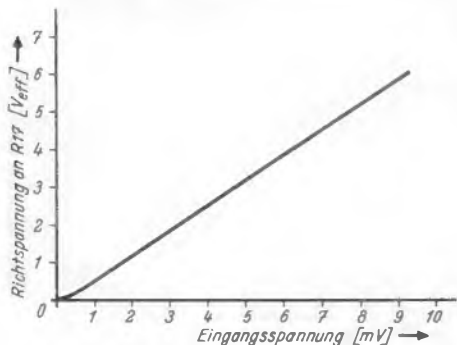

Bild 47. Richtspannung in Abhängigkeit von der Eingangsspannung an der ersten Zf-Stufe bei 37 MHz
4. Bei der Beurteilung von Fernsehbildern kann man heute vielfach beobachten, daß die Bedeutung der Bildschärfe wesentlich überbewertet wird. Wichtiger als die Bildschärfe ist für einen guten Bildeindruck die Gradation des Bildes. Bild 47 und 48 zeigen zwei gemessene Aussteuerungskurven. Man erkennt, daß sowohl hinter dem Gleichrichter als auch an der Steuerelektrode die Aussteuerungskurve nur sehr wenig vom linearen Wert abweicht, und zwar über einen weit größeren Bereich als er jemals zur Aussteuerung der Bildröhre gebraucht wird. Diese Kurven beweisen auch, daß es völlig gleichgültig ist, ob man Katoden- oder Weheltsteuerung anwendet, sofern die Röhre PL 83 in der Endstufe verwendet wird. Mit Rücksicht auf hohe Verstärkung wurde der Katodenwiderstand der PL 83 endgültig zu nur 50 Ω gewählt. Er reicht zur genügenden Linearisierung der Kennlinie völlig aus. Der Empfänger wird also keinesfalls die vom Sender angebotene Gradation irgendwie sichtbar verändern. Diese Forderung muß man an einen guten Empfänger stellen.